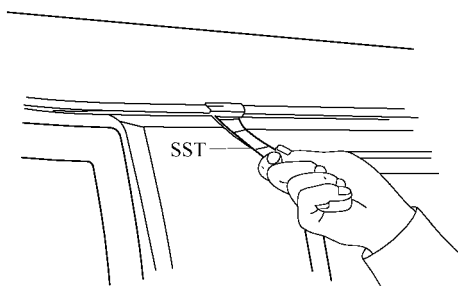

图 17-78 拆下车顶排水檐
(1) 拆下车顶排水檐嵌条的接头。使用风窗玻璃嵌条拆卸工具插到接头的底侧拆下接头，如图 17-78 所示。